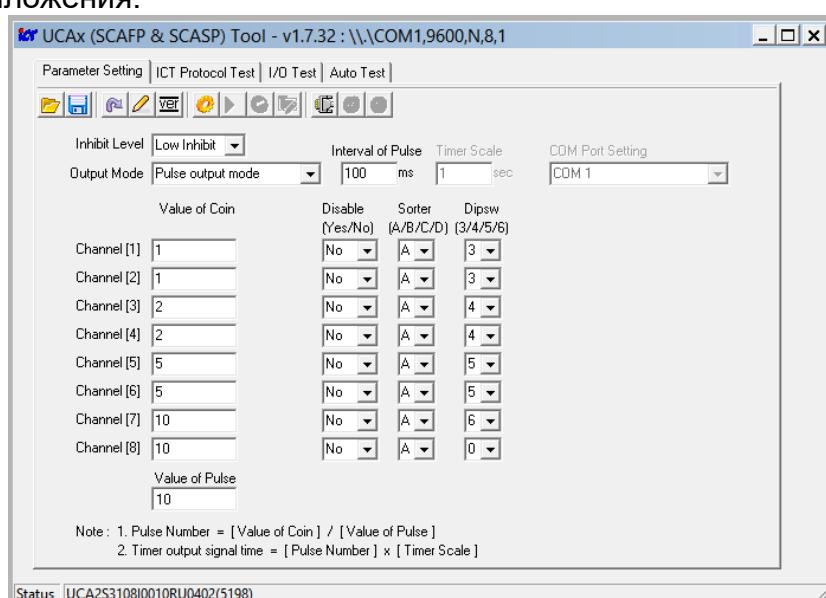

Рисунок 32. Внешний вид окна программы с установленными настройками (приведен пример конфигурации на прием суммы 10 рублей)
- На ПК установите и запустите приложение для настройки параметров картоприемника «***UCAx Tools***». Внешний вид окна приложения показан на рис. 32, связь с монетоприемником устанавливается автоматически сразу после запуска приложения.
- нажмите кнопку  **Read current version from UCA1**, в строке **Status** будет показана текущая версия ПО – например, *UCA2S3801/0010(5198)* (см. рис. 32);
- в таблице в столбцах **Value of Coin, Disable, Sorter, Dipsw** установите для каналов монетоприемника (от 1-го до 8-го) номиналы монет и соответствующие им параметры, как показано на рис. 32.
5. В поле **Value of Pulse** введите сумму, которую необходимо внести пользователю для прохода (на рис. 32 показан пример суммы в 10 рублей).